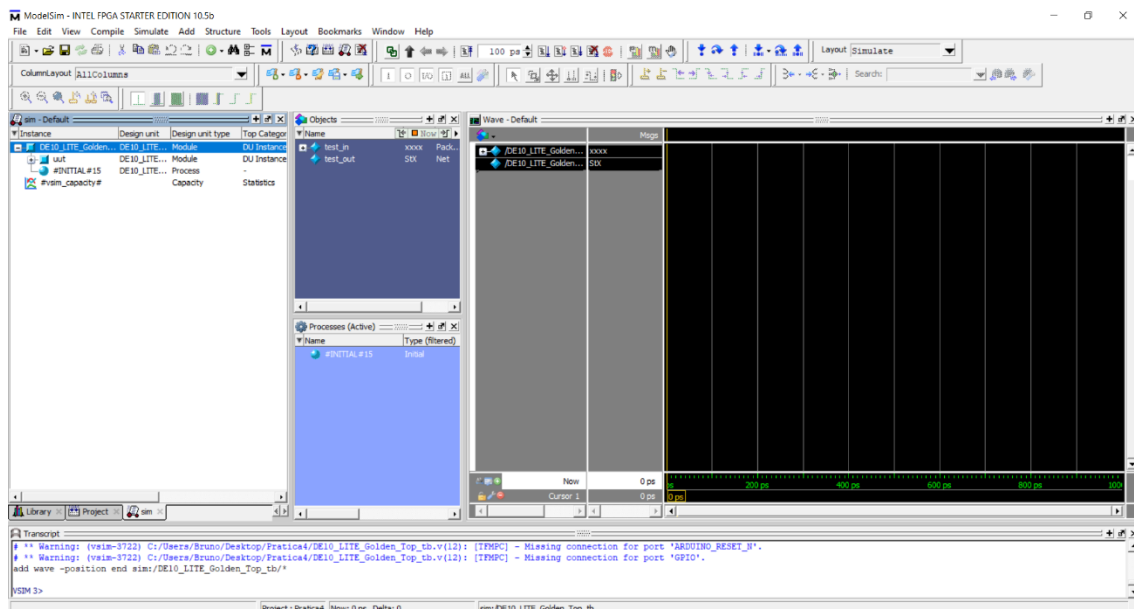

Figura 8: Adicionando sinais à waveform.
- Na janela branca à esquerda (*sim – Default*), clique em DE10_LITE_Golden_Top_tb e arraste para a região cinza no meio da tela (*Wave – Default*), para adicionar os sinais do *testbench* na *waveform* que será gerada (Figura 8);